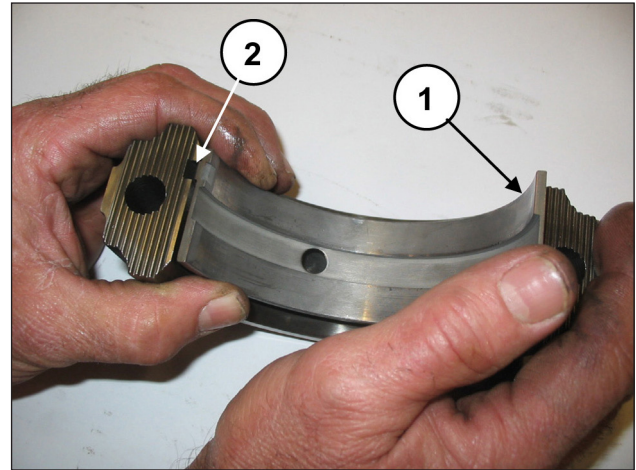

Fig. 58
Assembler les demi-coussinets inférieurs aux chapeaux (rep. ①, Fig. 58) en s'assurant que la languette de repère des demi-coussinets se trouve dans son logement sur le chapeau (rep. ②, Fig. 58).